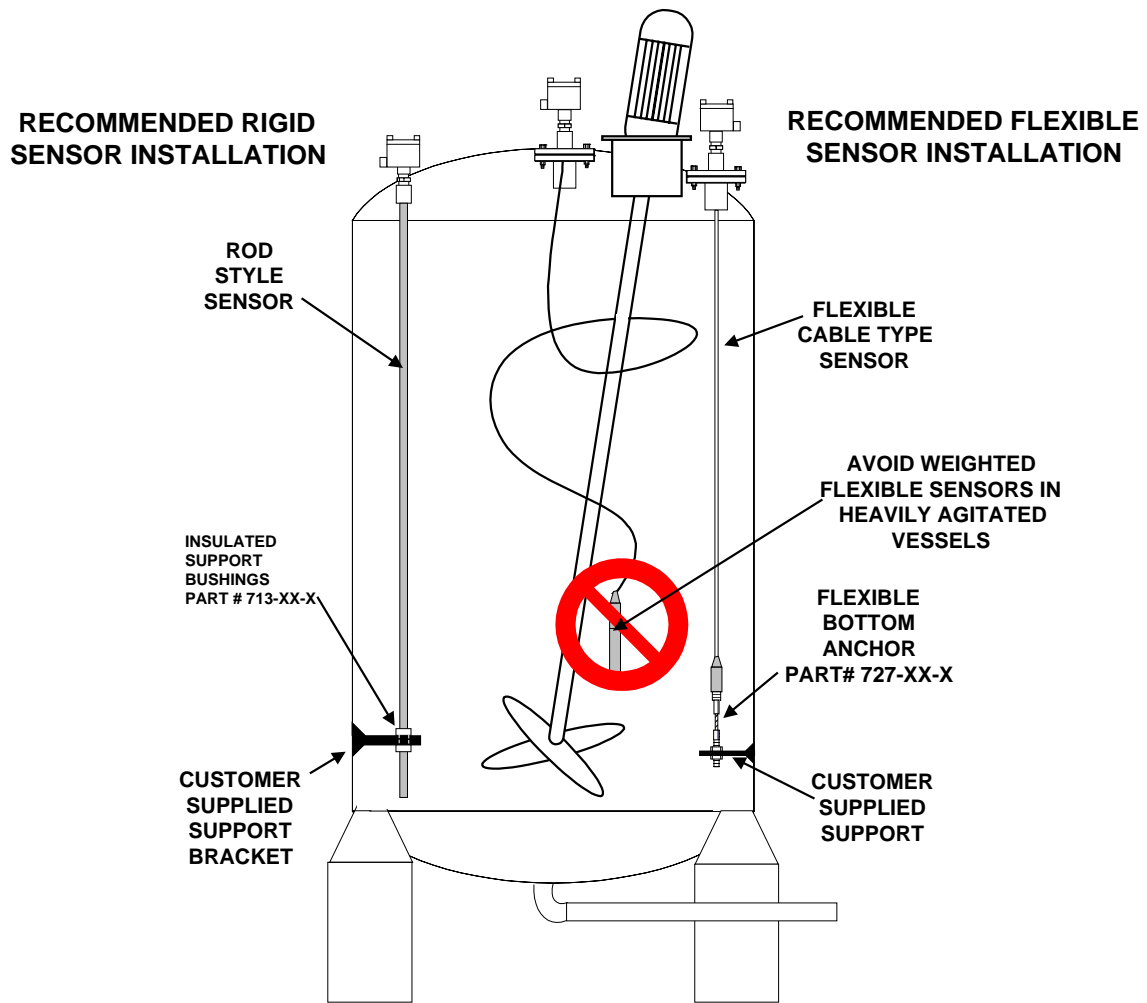

Figura 2-5
- F. Los elementos sensores que se montan en tanques con agitación requieren, usualmente, agarres y soportes para controlar la posición de la sonda durante la agitación. Vea la Figura 2-5.